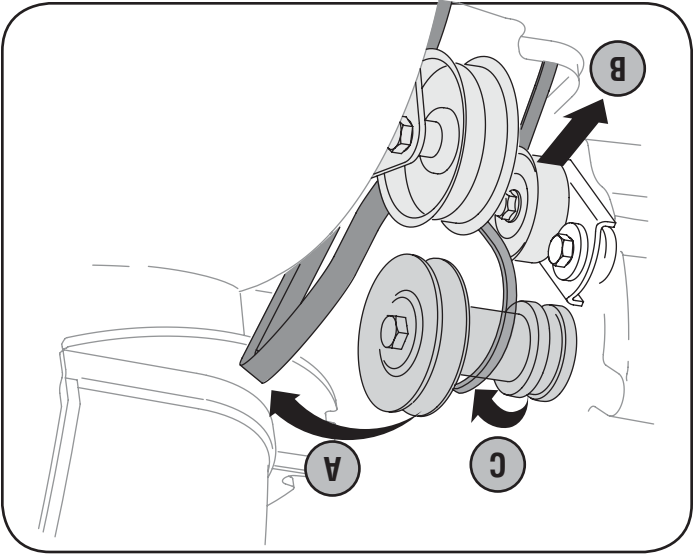

Figure 36
3. Dégagez la courroie comme suit. Voir la Figure 36: